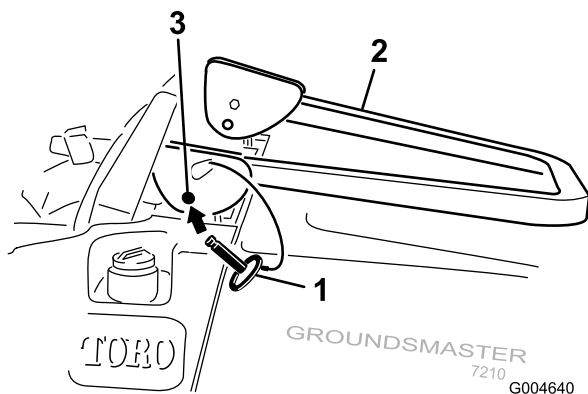

Figura 11
2. Baje la barra anti-vuelco (Figura 11).